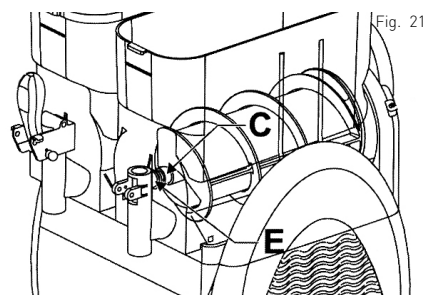

Fig. 21
- Poi installare il recipiente nel posto giusto e sollevare delicatamente la parte anteriore della vite, spostandolo nella posizione desiderata (E) rispetto al recipiente (Vedi: Fig. 21).